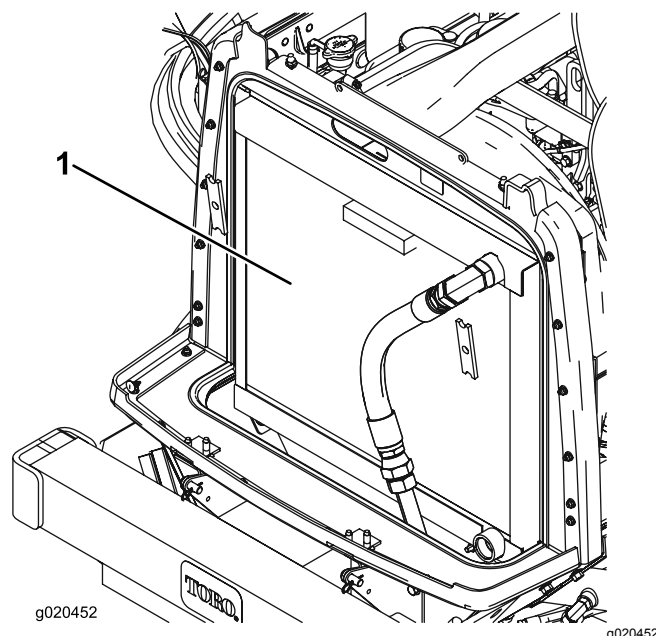

Figure 93
2. Nettoyez soigneusement les deux côtés du radiateur/refroidisseur (Figure 93) à l'air comprimé. Commencez par le côté ventilateur et soufflez les débris vers l'arrière. Nettoyez ensuite en soufflant de l'arrière vers l'avant. Répétez cette procédure plusieurs fois jusqu'à ce qu'il ne reste plus aucun débris.